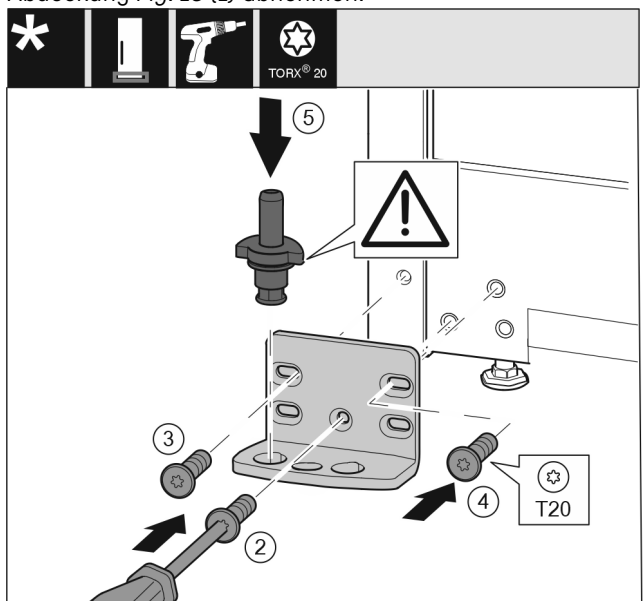

Fig. 19
- ▶ Lagerbock auf der anderen Seite ansetzen und mit Hilfe eines Schraubendrehers anschrauben. Mit der Schraube Fig. 19 (2) unten in der Mitte beginnen.
- ▶ Schraube Fig. 19 (3) und Schraube Fig. 19 (4) festschrauben.
- ▶ Lagerbolzen *Fig. 19 (5)* komplett einsetzen. Dabei darauf achten, dass der Rastnocken nach hinten zeigt.